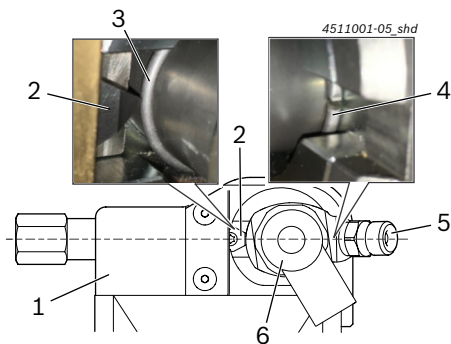

Abb. 5: Hochdruckanschluss (Pos. 5) gegenüberliegend der Wendeschneidplatte (Pos. 2)
- CRI wie in Abb. 5 bis zum Anschlag in das Demontagewerkzeug schieben und in dieser Position halten.
- ⇨ Sprengring (Abb. 5, Pos. 3) ist genau auf Höhe der Wendeschneidplatte (Abb. 5, Pos. 2) positioniert.